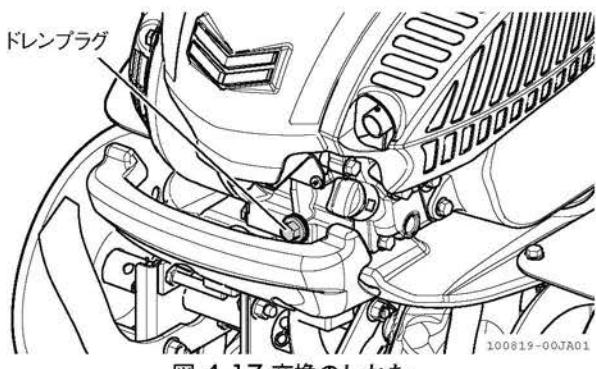

図 4-17 交換のしかた
2. ドレンプラグを工具で外します。古いエンジンオイルが流れ出できます。(図 4-17)